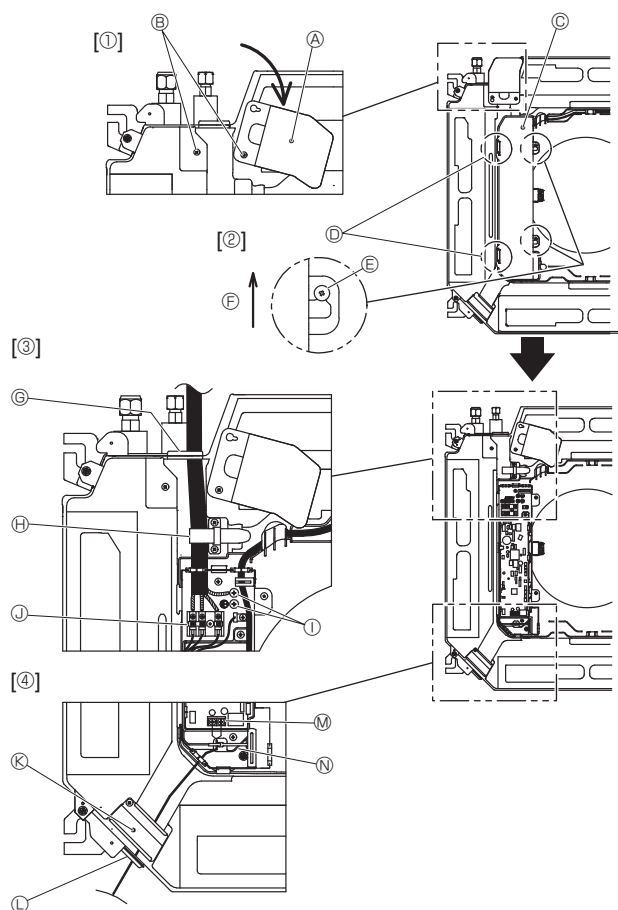
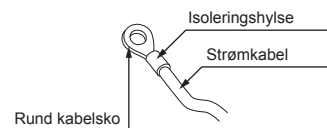
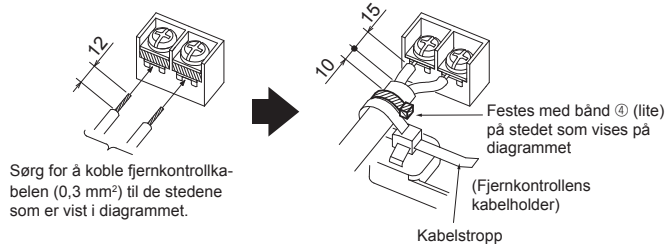

Fig. 6-1
Fig. 6-2
Fig. 6-3
6.1. Innendørsenhet (Fig. 6-1)
1. Løsne de to skruene som holder på plass servicepanelet for elektriske ledninger, og snu deretter servicepanelet for elektriske ledninger. [Fig. 6-1 ①]
2. Løsne de to skruene som holder på plass lokket på den elektriske koblingsboksen, og skyv deretter av lokket på den elektriske koblingsboksen. [Fig. 6-1 ②]
3. Før strømkabelen, innendørs-/utendørsenhetens tilkoblingskabel og jordkabelen gjennom de respektive ledningsåpningene, som vist i diagrammet. [Fig. 6-1 ③] Plasser den avmantlede delen av strømkabelen og innendørs-/utendørsenhetens tilkoblingskabel i den elektriske boksen. Bruk runde kabelsko til rekkeklemmen for innendørs-utendørs tilkobling og ekstrastyret med klemmesett for strømforsyning. [Fig. 6-2] Hvis du ikke kan bruke runde kabelsko, følger du prosedyren i Fig. 6-3 - 6-6. Se 6.1.1. og 6.1.2. for tilkobling.
4. Før fjernkontrollkabelen gjennom de respektive ledningsåpningene, som vist i diagrammet. [Fig. 6-1 ④, Fig. 6-3] Se 6.1.1. og 6.1.2. for tilkobling.